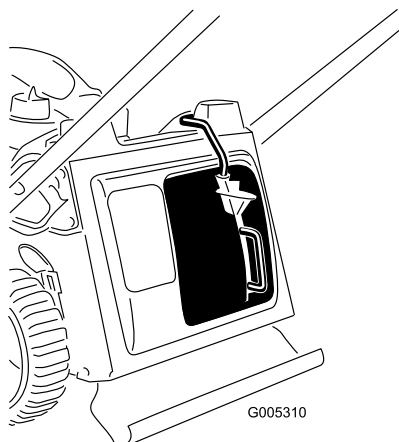

Figure 9
3. Relâchez le bouton sur le levier et vérifiez que le haut du levier est bien au fond du logement du contacteur (Figure 9). La tondeuse ne pourra pas démarrer si ce n'est pas le cas !